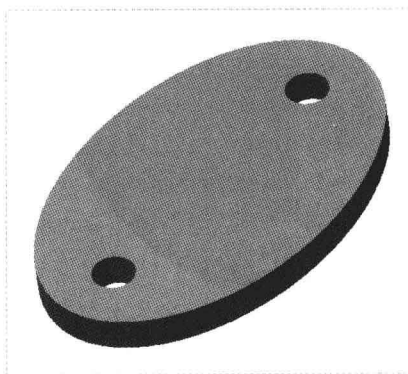

图 7-76 选择性旋转特征
Step 04 单击“应用并保存在工具中所做的所有更改,然后关闭工具操控板”按钮,即可选择性旋转特征,如图 7-76 所示。